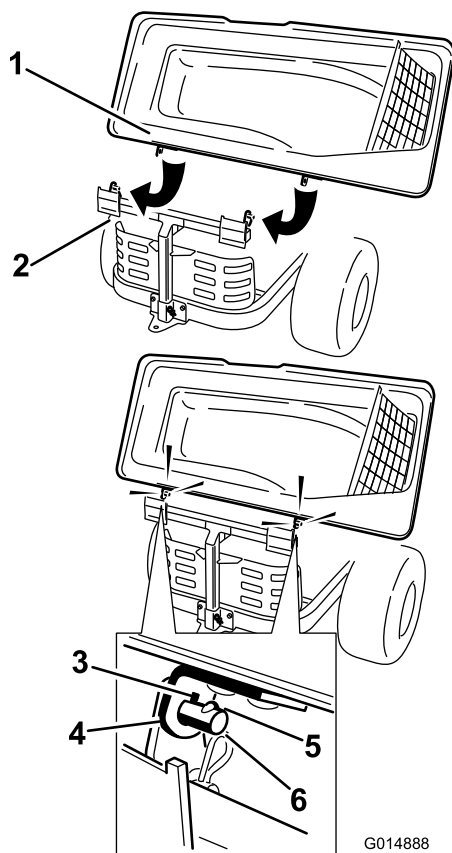

Figure 21
2. Faites pivoter le couvercle pour placer les trous de clavettes des supports supérieurs du système de ramassage en face des clavettes dans les tiges du cadre (Figure 21).